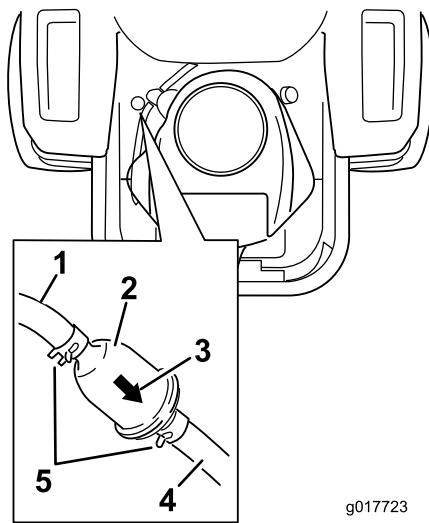

Figure 44
7. Posez un filtre neuf en veillant à orienter la flèche indiquant le sens d'écoulement vers le moteur. Rapprochez les colliers de flexibles du filtre (Figure 44) pour le fixer en place.